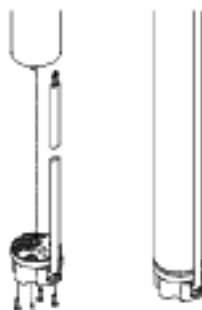

Рис. 9
4. Вставьте штекер в разъем электродвигателя. Штекер имеет позиционирующие элементы и потому не может быть подключен неправильно, смотри рис. 9.
5. Установить и затянуть четыре винта (1 - 1,5 Нм), смотри рис. 9.